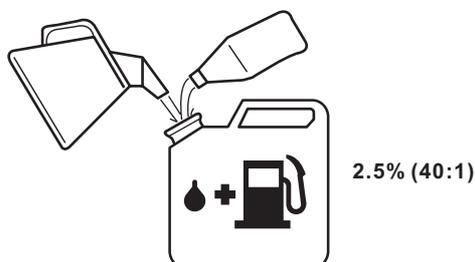

Fig. 5a
4. La proportion d'essence par rapport à l'huile est de 2.5% minimum avec une huile 100% synthèse. L'huile minérale est fortement déconseillée car il y a un risque d'encrassement rapide du moteur. (fig. 5a).